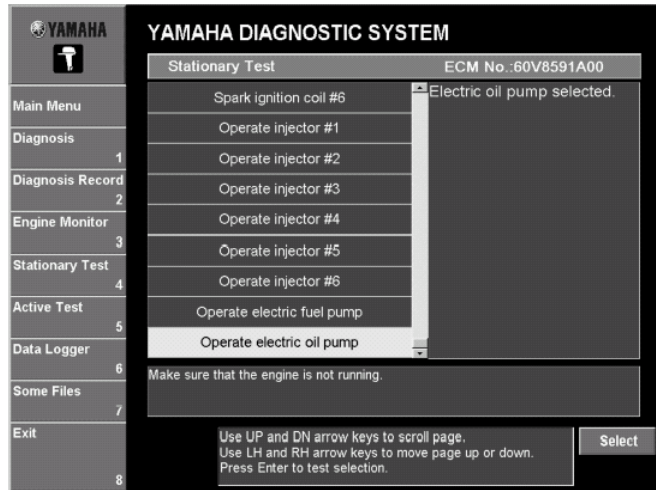

Рис. 79
1.Выбрать тест, который будет выполняться, и затем щелкнуть **Выбор(Select)** или нажать клавишу Enter на клавиатуре. (Рис. 79)